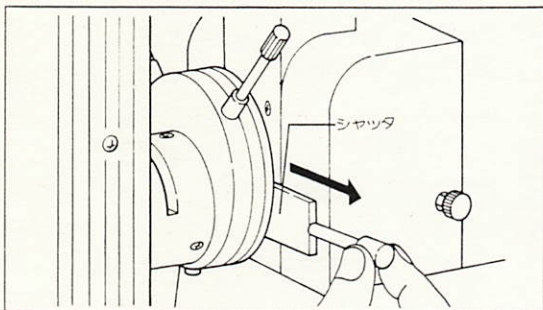

図15
- 4) シャッタノブを引いて、シャッタを光路より外します。(図15)